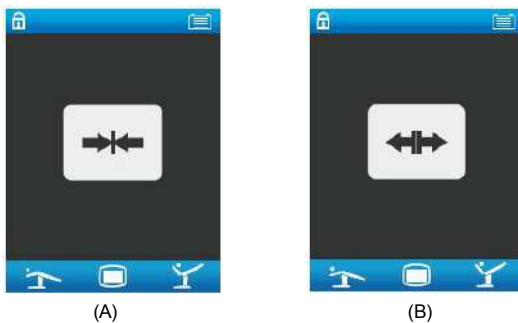

Рис. 2-12. Распознавание модуля
1. Как показано на Рис. 2-12., при подключении ножной секции появляется значок (A).
2. Как показано на Рис. 2-12., при отсоединении ножной секции появляется значок (B).